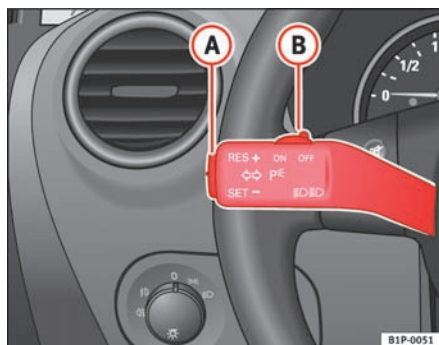

Fig. 123 Blink- og fjernlysarm: kontakt og vippeknop til fartpilot
- Skub kontakten ⇒ fig. 123 (B) mod venstre i stilling **ON**.